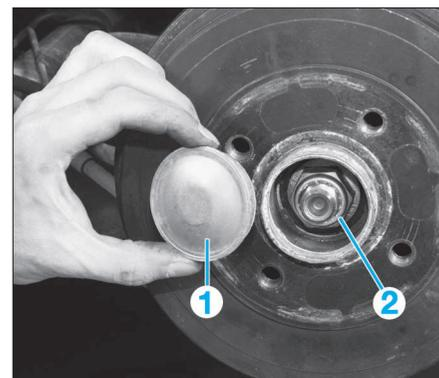

FIG. 12
- le capuchon (1) au centre du tambour (Fig.12).
- l'écrou (2) de moyeu.